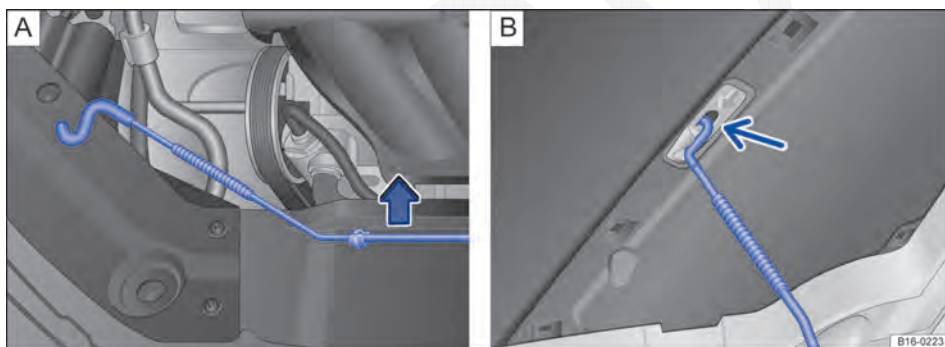

Fig. 203 **A** No compartimento do motor: suporte da tampa. **B** Tampa do compartimento do motor aberta.
- Retirar o apoio dobrável do suporte no sentido da seta ⇒ Fig. 203 **A** e encaixá-lo na abertura na tampa do compartimento do motor ⇒ Fig. 203 **B** (seta).
- Desenganchar o apoio dobrável e travá-lo no suporte no fecho ⇒ Fig. 203 **A**.